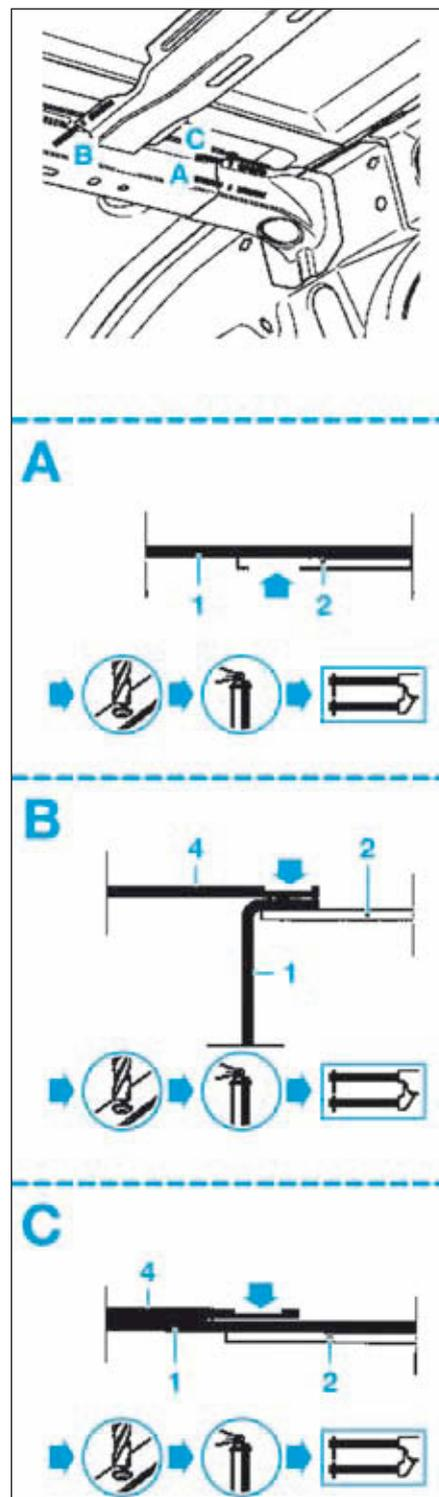

FIG.100
- Dépointer comme illustré (Fig.100).
- Tracer puis percer à l'aide d'un foret pour un soudage ultérieur par points (Fig.100).
- Souder par points électriques (Fig.100).